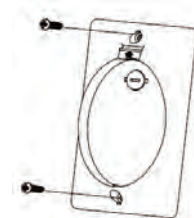

Fig. 26
Étape 1. Sélectionnez un emplacement pour installer le support de votre télécommande, installez le support comme indiqué. (Fig. 26)